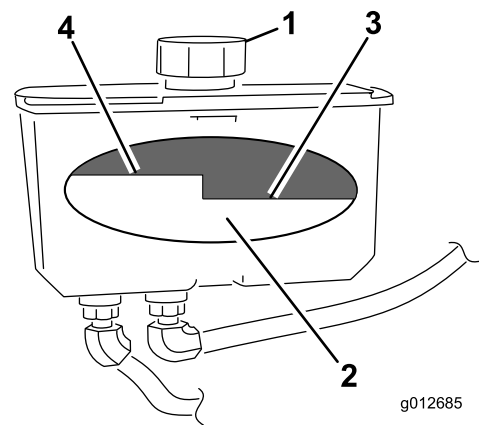

Figura 74
4. Limpie alrededor del cuello de llenado y el tapón del depósito de aceite hidráulico (Figura 74).
5. Retire el tapón del cuello de llenado. Mire dentro para comprobar el nivel de aceite en el depósito. (Figura 74).
- Nota:** El nivel de aceite debe llegar a la parte superior del nivel caliente del tabique cuando el aceite está caliente (Figura 74).